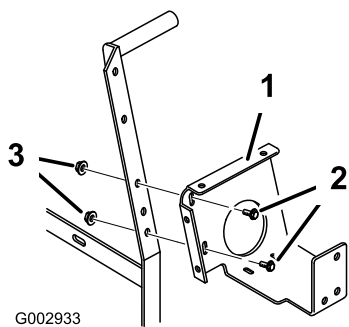
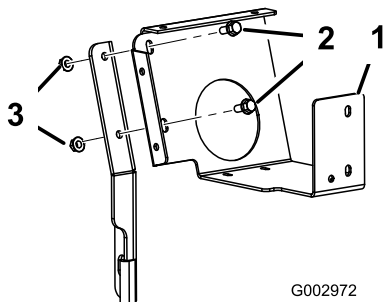

Figura 26
Figura 27
1. Instale el soporte de montaje de la caja de control en el soporte de brazo o en el soporte de la caja de control, según el caso (Figura 26 o Figura 27) usando 2 pernos con arandela prensada (5/16 x 3/4 pulgada) y 2 tuercas con arandela prensada (5/16 pulgada).